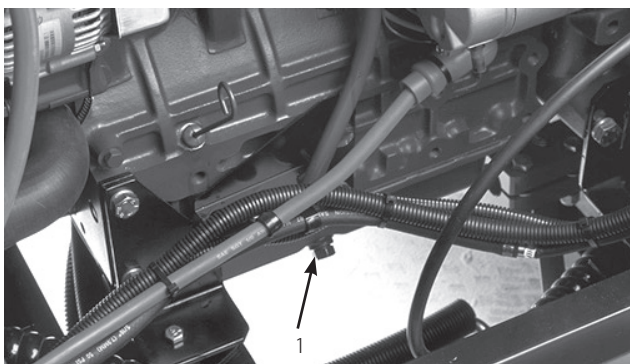

図 30
1. ドレン・プラグ(図30)を外してオイルを容器に受ける。オイルが抜けたらドレン・プラグを取り付ける。